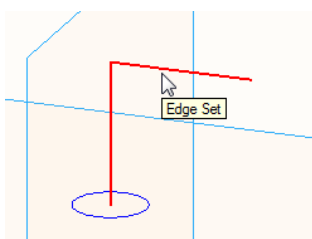

Fig. 8.6 Definirea traiectoriei entității
- vom selecta traiectoria entității (*path*), conform fig. 8.6. Apăsăm clic-dreapta sau butonul **OK**